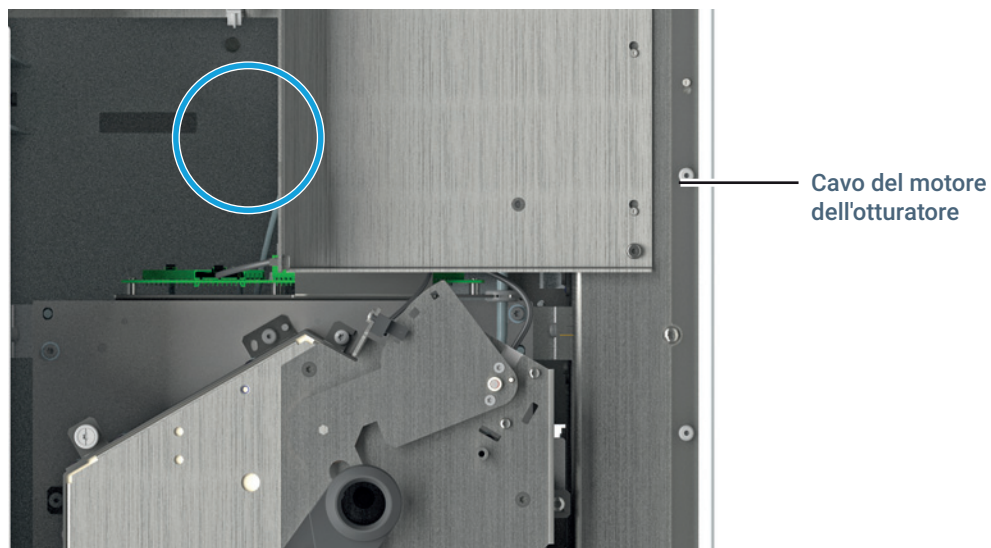

Figura 11. Scollegare il cavo del motore dell'otturatore dalla scheda del connettore
- 7 Scollegare il cavo del motore dell'otturatore dalla scheda del connettore. (Figura 11)